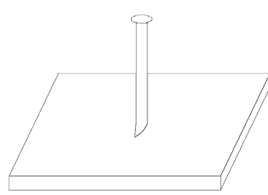

Рис. 2.2
- Если острие дюбеля сильно затупилось, то основание слишком твердое и непригодно для прямого монтажа. Твердый материал основания может вызвать рикошет дюбеля и как следствие – серьезную травму вам или окружающим. Основание не подходит для использования технологии прямого монтажа (Рисунок 2.2).